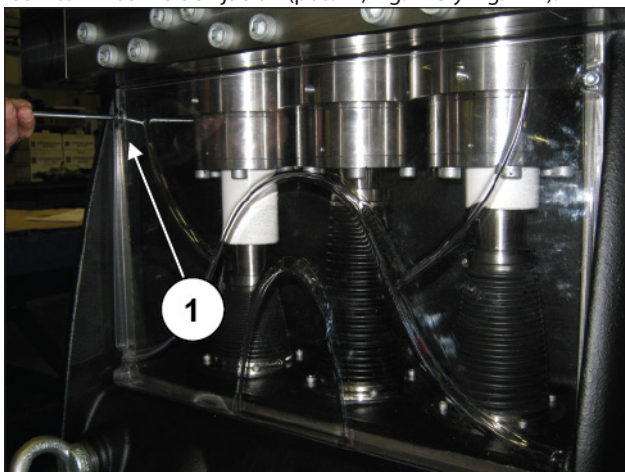
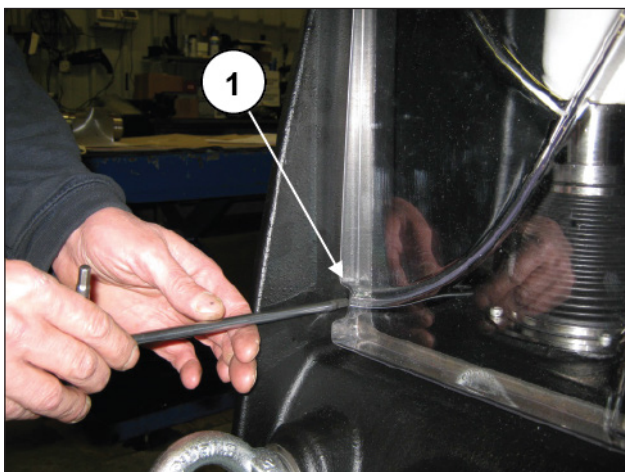

Fig. 243
Fig. 244
Colocar la tapa de inspección superior apretando con atención los 4 tornillos M6 de fijación (pos. ①, Fig. 243 y Fig. 244).